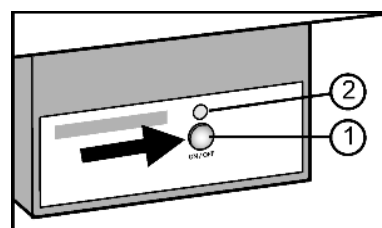

Fig. 6
- Appuyer sur la touche On/Off Fig. 6 (1) afin que la DEL Fig. 6 (2) s'allume.